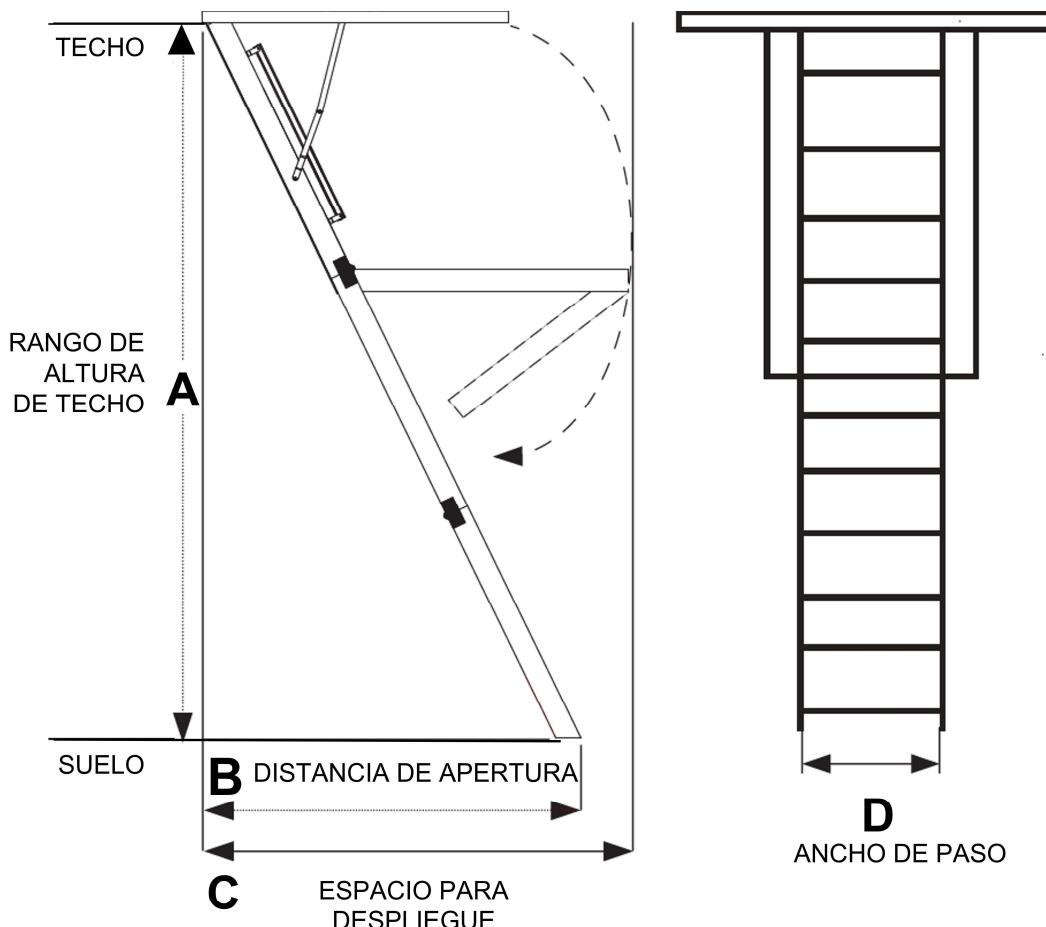

FIGURA 2
Deje espacio suficientemente amplio para el despliegue y la apertura de la escalera de ático plegable cuando este abierta, (Ver Figura 2 y Tabla 3). Ubique la abertura en el techo de manera que cuando entre en el ático tenga espacio adecuado y área para caminar.
1. Remplazo: Verifique tamaño y ubicación actual Ver Figura 2 y Tabla 3. Si se necesitan ajustes, consulte el APÉNDICE para volver a enmarcar la abertura de techo.